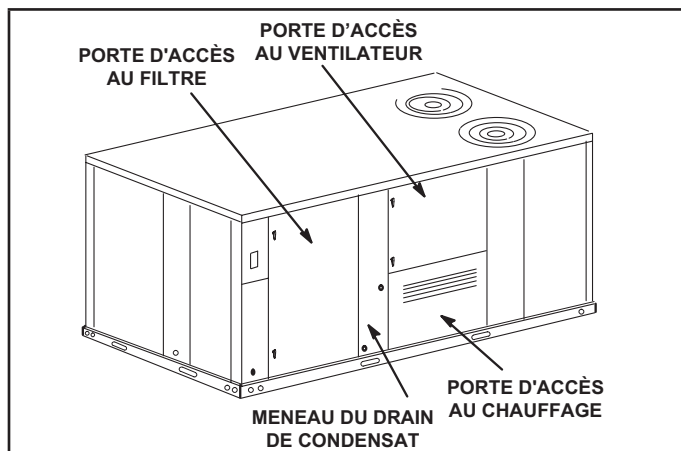

FIGURE 7
- 1 - Ouvrez les portes d'accès au ventilateur et au chauffage. Reportez-vous à la FIGURE 7.